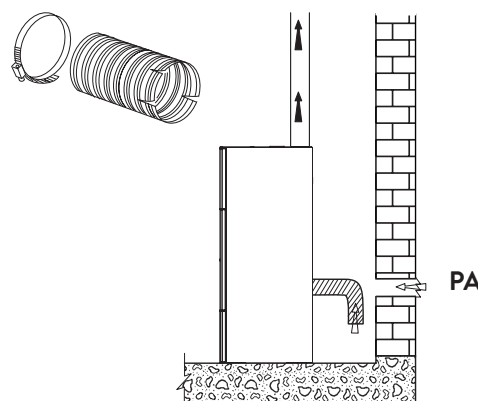

Fig. 6.3
**Le poêle lors de son fonctionnement, prend beaucoup d'air (même modeste) dans l'environnement où il se trouve, cet air devrait être rétabli grâce à une prise d'air extérieur à la pièce (Fig. 6.3 - PA = Bouche d'air).**